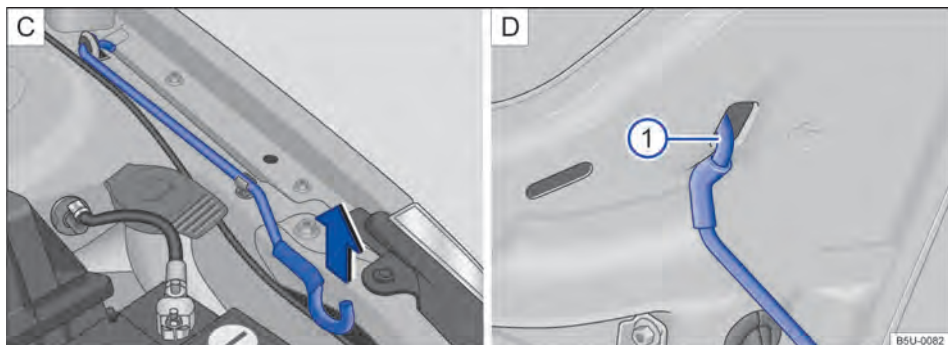

Fig. 173 [C] Haste de sustentação da tampa do compartimento do motor. [D] Tampa do compartimento do motor apoiada na haste de sustentação.
- Retirar a haste de sustentação do suporte no sentido da seta → Fig. 173 [C] e posicioná-la na abertura na tampa do compartimento do motor → Fig. 173 ① [D].
- Retirar a haste de sustentação do furo → Fig. 173 ① [D] e encaixá-la no suporte do fecho → Fig. 173 [C].